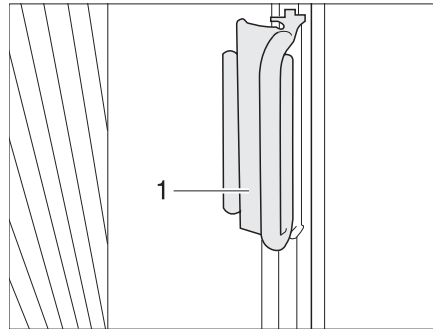

Bild 17 Griff Faltverdunklung für Frontscheibe
- Die Faltverdunklungen zu beiden Seiten der Frontscheibe jeweils am Griff (Bild 17,1) fassen und vorsichtig zur Mitte der Frontscheibe hin zuziehen, bis der Magnetverschluss die Faltverdunklung geschlossen hält.
- Den Griff (Bild 17,1) auf den Aufsatz schieben. Die Faltverdunklung ist gesichert.